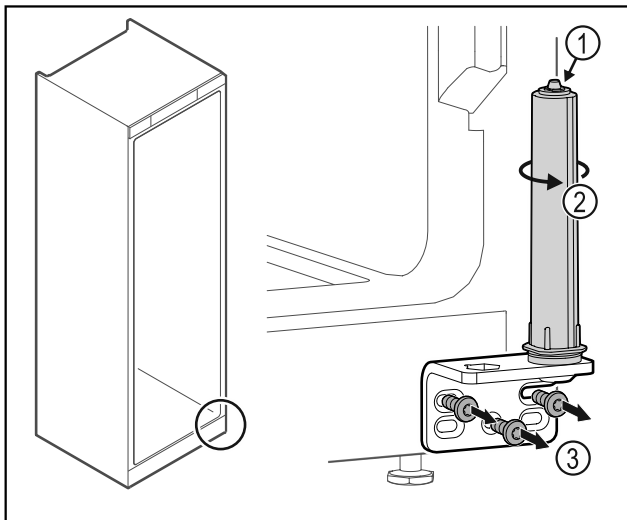

Fig. 25
- Türschließsystem Fig. 25 (1) nicht zerlegen.
- Schließsystem Fig. 25 (2) drehen, bis es klickt.
- Scharnierwinkel Fig. 25 (3) abschrauben.